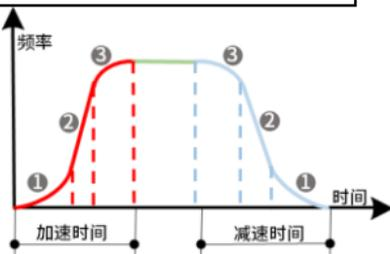

图 5-4 S 曲线加减速
S 曲线起始段时间如图 5-4 中 ① 所示, 这里输出频率变化的斜率从 0 逐渐递增。
S 曲线上扬段时间如图 5-4 中 ② 所示, 这里输出频率变化的斜率恒定。
S 曲线结束段时间如图 5-4 中 ③ 所示, 这里输出频率变化的斜率逐渐递减到 0。